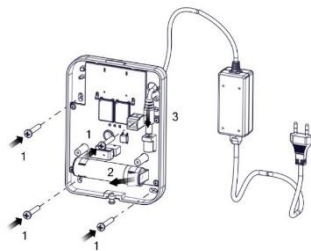

Figura 2
2. Perforar los agujeros para los tornillos de montaje y para la entrada de los cables de alimentación y, a continuación, montar el repetidor en la pared (ver la Figura 2).
3. Retirar el divisor de la batería y, a continuación, conectar una fuente de alimentación de 10 a 16 voltios de CA o CC a los terminales de CA/CC (ver la Figura 2).